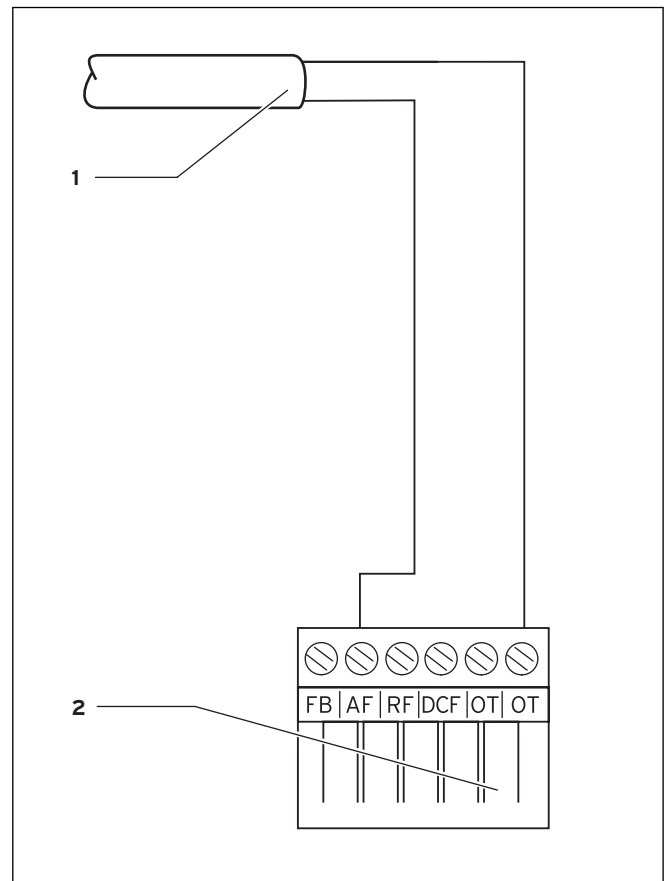

Fig. 5.2 Raccordement électrique de la sonde extérieure VRC 693
- ⇒ Branchez le câble de raccordement au connecteur encartable 6 pôles conformément à la fig. 5.2.